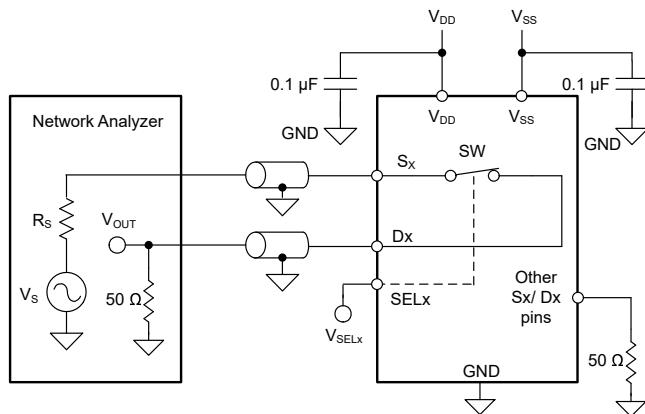

図 7-8. 帯域幅測定時の設定
帯域幅 (BW) は、入力をオンチャネルのソースピン (S_x) に印加し、出力がドレインピン (D_x) で測定された場合に減衰量が 3dB 未満である周波数の範囲として定義されます。図 7-8 および式 3 に、スイッチの帯域幅を測定する際の設定を示します。